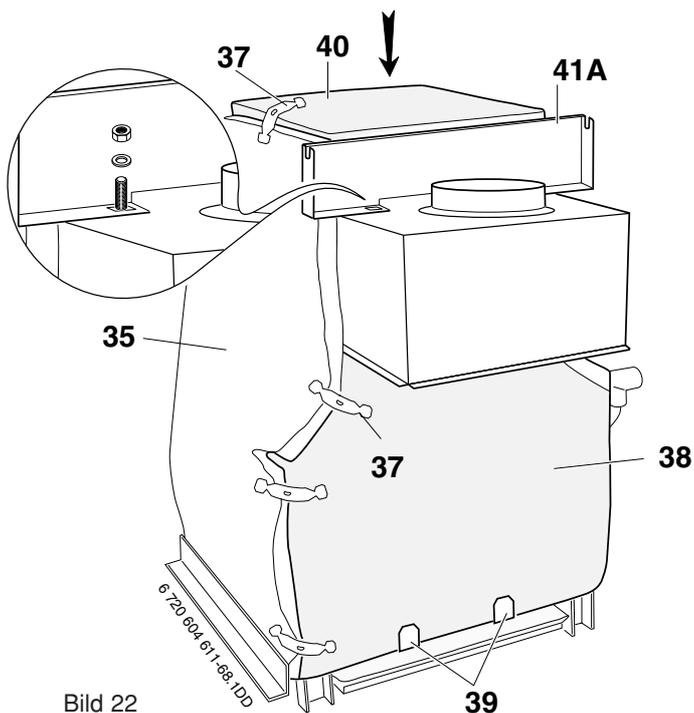

Bild 22
- Die Isolierung (38) für die Kesselrückseite zwischen Kesselkörper und Strömungssicherung und unten in die zwei Halterungen (39) einschieben.
- Die rechte und linke Seite der Isolierung unter die Seitenisolierungen (35) schieben und mit den Blechklammern (37) verbinden.
- Die obere Isolierung (40) auf den Abgassammler legen und mittels den Blechklammern (37) mit den Seitenisolierungen (35) verbinden.
- **Kessel mit 9 Glieder (Bild 22) :**